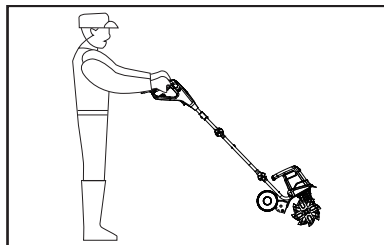

Fig. 10
3. Sujete siempre el producto firmemente. Para una mejor conducción, aplique una ligera presión en las empuñaduras (1)(Fig. 10).